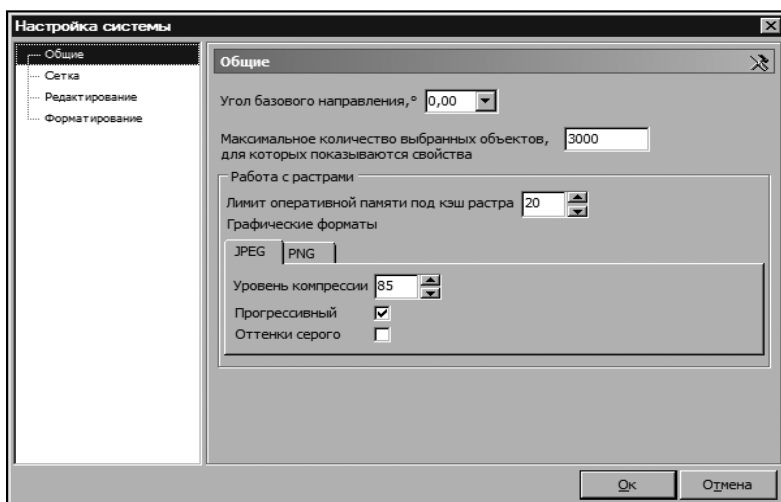

Рис. 3.10
Общие настройки системы выполняются в диалоге **Настройка системы** (рис. 3.10), который вызывается с помощью команды *Настройки/Общая настройка*.
- В разделе **Общие** (рис. 3.10) выполняются следующие настройки: